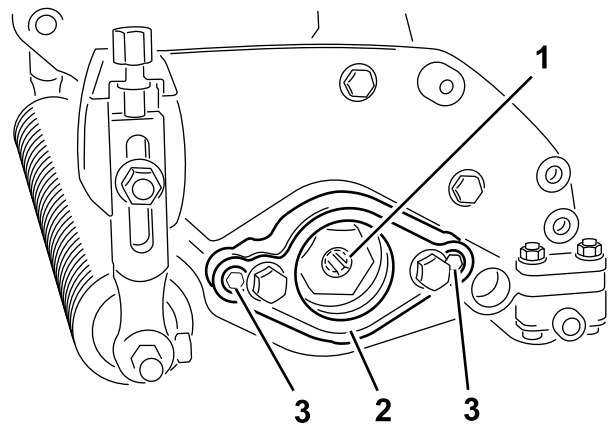

图4
4. 拆下马达支架（图4）。
5. 向传动轴花键的内径涂抹润滑脂（图4）。